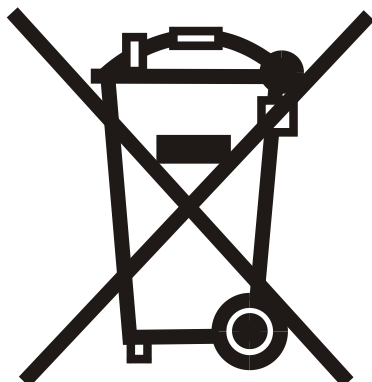

Rys. 1 Schemat podłączenia urządzeń i czujników do regulatora GH09NA: a) w przypadku podłączenia pompy mieszającej, b) w przypadku podłączenia pompy CWU
3. podłączyć **czujnik temperatury CWU** do sterownika pod zaciski jak na Rys. 1